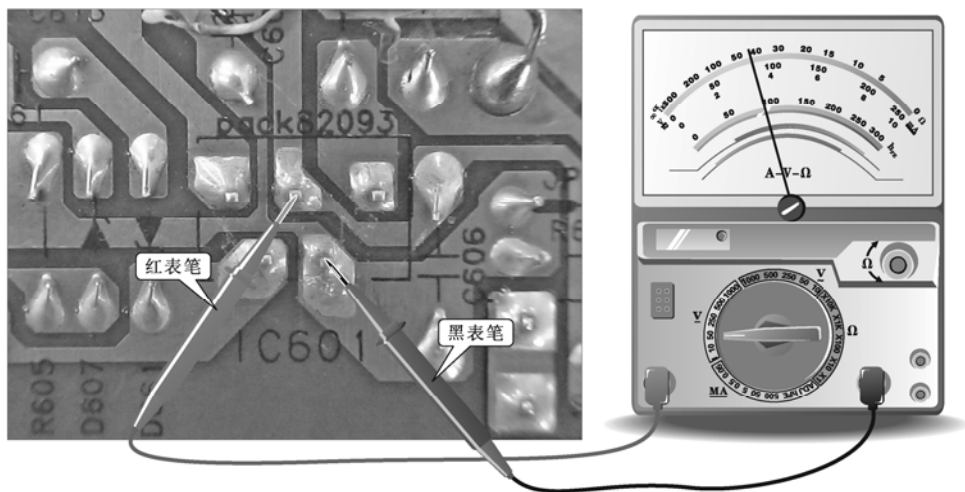

图 3-76 检测开关集成电路的③脚电压
接通电源,利用万用表检测开关集成电路的③脚电压,将黑表笔接②脚(接地脚),红表笔接③脚,具体操作及检测数值如图3-76所示,测得电压值约为18V,属于正常值。